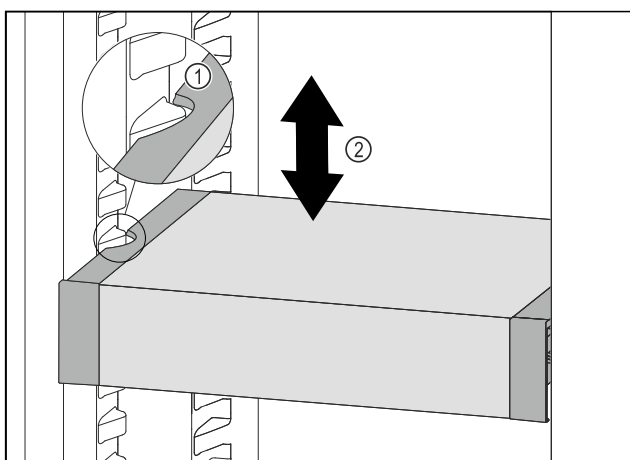

Fig. 108
- ▶ Predal VarioSafe povlecite v smeri naprej, dokler nista stranska izreza predala VarioSafe na višini nastavka za posodo v hladilniku. Fig. 108 (1)
- ▶ Predal VarioSafe premikajte v hladilniku gor ali dol, dokler ne dosežete zelene višine. Fig. 108 (2)